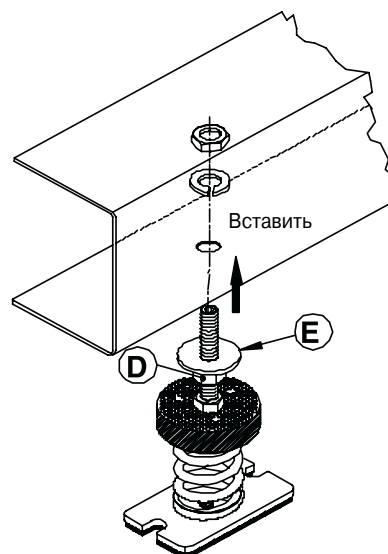

Рис. 2
- Рис. 2). Вставьте винтовую стойку, собранную на виброизолирующей опоре, в отверстие в основании агрегата.